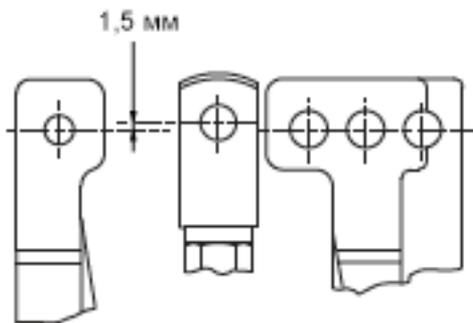

Рисунок 20 - Предварительная регулировка штока пробки для VariPak 28002 с регулируемым C_V
- на 1,5 мм выше отцентрованных отверстий штифта в кронштейне привода (108) для клапана VariPak 28002 с регулируемым C_v (см. рисунок 20).